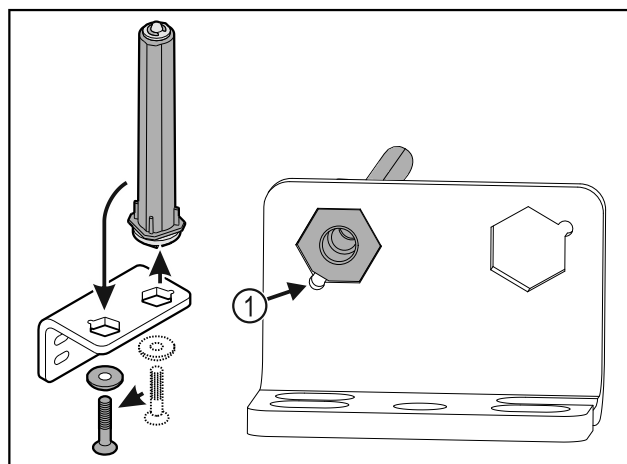

Fig. 36
- Pobrinite se za to da je prilikom umetanja zakošenje na svornjaku Fig. 36 (1) usmjereno prema okrugloj rupi.